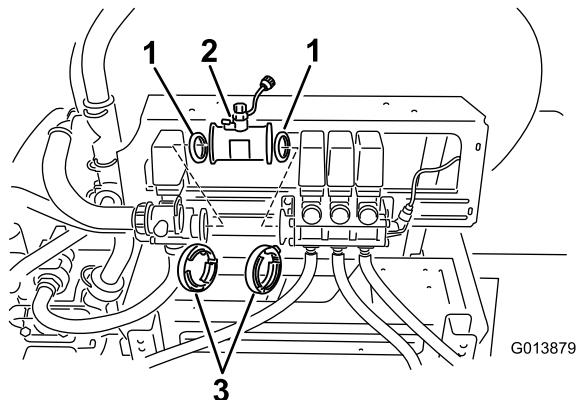

Figure 6
dirigeant la flèche de direction de débit vers les 3 vannes de rampes (Figure 6).
- A. Posez le joint existant dans le côté du débitmètre qui s'adapte à la vanne d'agitation (Figure 6).